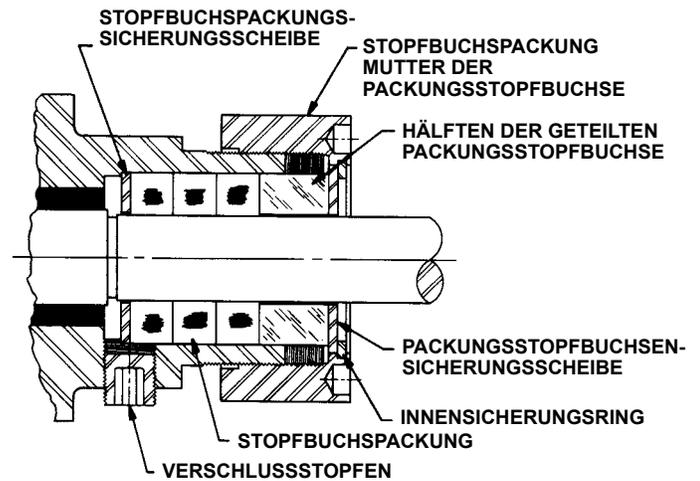

ABBILDUNG 4
6. **RESTLICHES ZERLEGUNGSVERFAHREN** für Pumpen der Serie 724 mit Stopfbuchspackung (siehe **Abbildung 4**).
1. ZUSAMMENBAU VON SERIE 724 (siehe Abbildung 4).